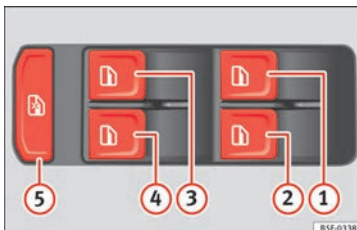

Fig. 44 Pormenor da porta do condutor: comandos para os vidros dianteiros.
- Ao viajar com crianças nos bancos traseiros, recomenda-se que, por razões de segurança, se utilize o botão **5** »» **Fig. 44,** que desativa os comandos dos vidros traseiros.
» **Fig. 44** pode desativar os comandos nas